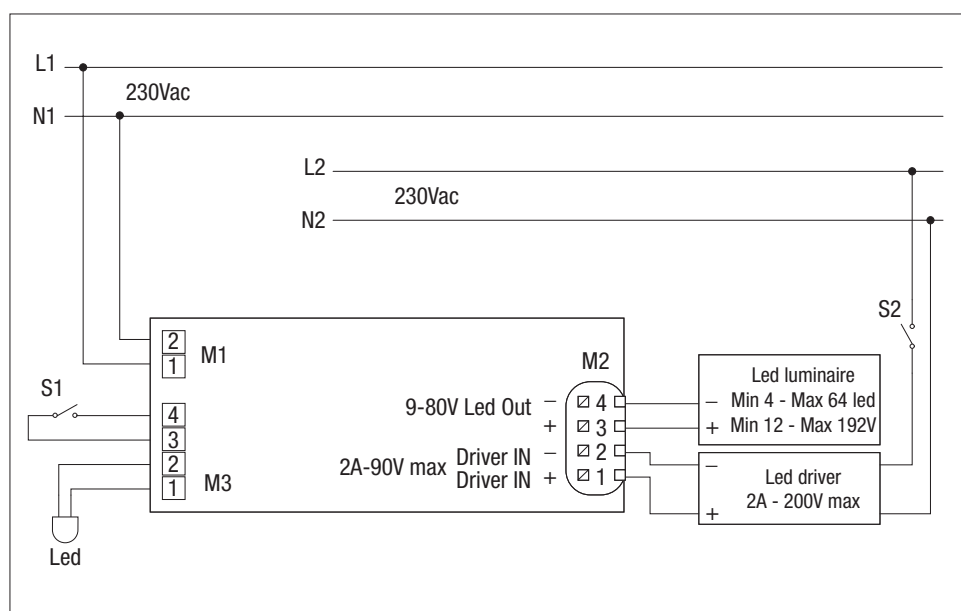

Fig. 2
- **SA:** funzionamento permanente, vedi fig. 2 (in caso di assenza di energia elettrica, l'apparecchio di illuminazione rimane acceso seppur con luminosità ridotta);